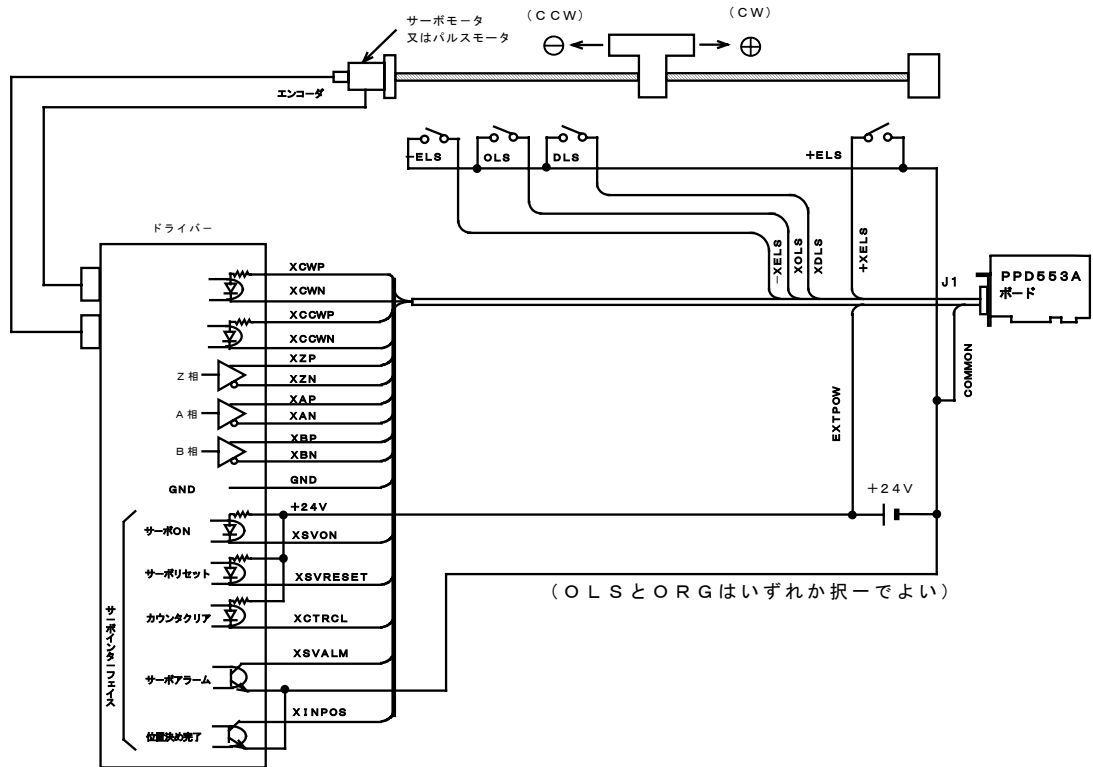

図3. 5-1 サーボドライバ接続例
モータ1軸 (X) についての代表的な接続について図3. 5-1に示します。